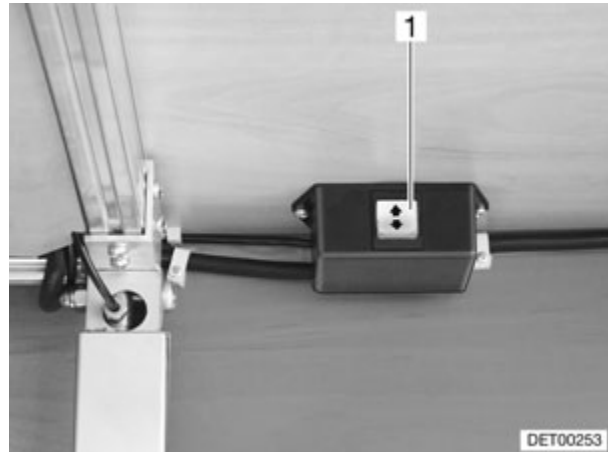

Fig. 81 Conmutador de mando para la cama trasera con descenso eléctrico
- Pulsar el interruptor basculante superior (Fig. 81,1) del garaje trasero y mantenerlo pulsado, hasta que la cama se encuentre en la posición deseada o en el tope final.
- Pulsar el interruptor basculante inferior (Fig. 81,1) del garaje trasero y mantenerlo pulsado, hasta que la cama se encuentre en la posición deseada o en el tope final.